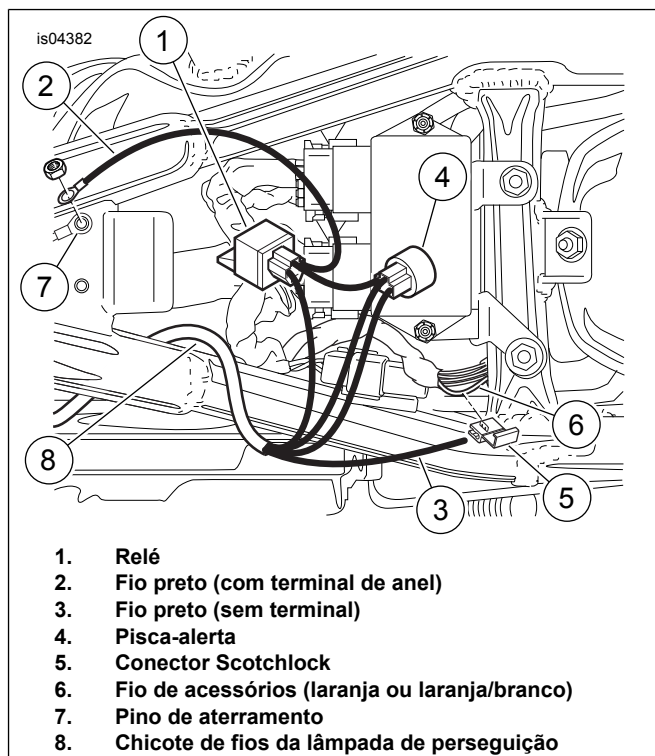
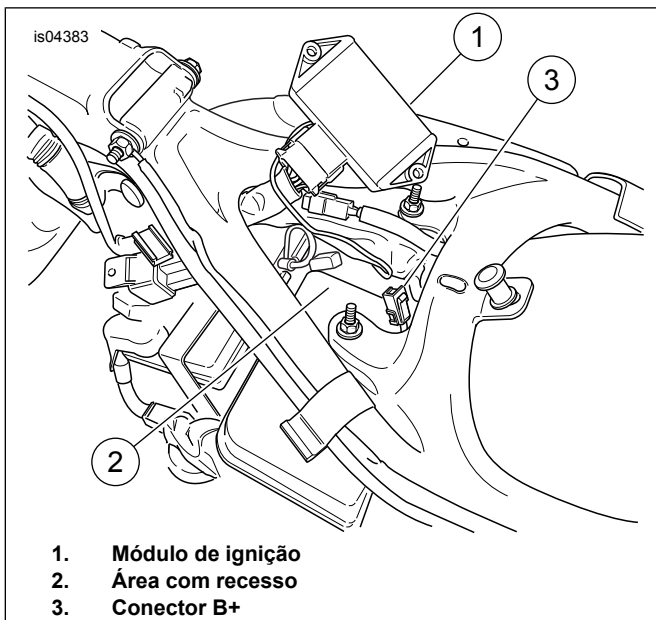
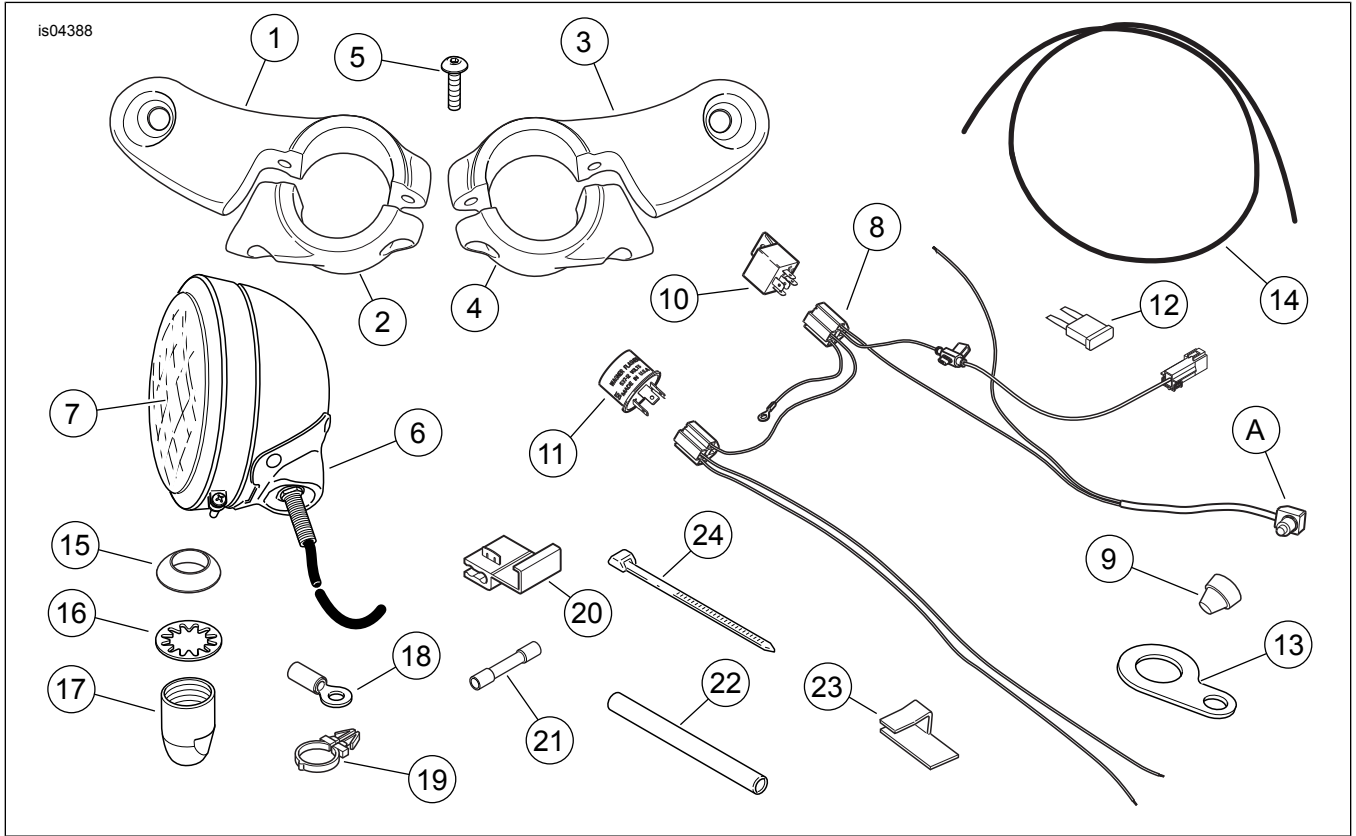

Figura 4. Instalação do chicote de fios (Modelos ano 2003 e anteriores)
Figura 5. Instalação do chicote de fios (modelos ano 2004 e posteriores)
Figura 8. Peças de reposição, Kit de lâmpada de perseguição
10. **Para modelos ano 2003 e anteriores:** Veja Figura 4. Instale o chicote de fios (8). Coloque o relé (1) e o pisca alerta (4) na abertura por baixo do compartimento do assento e oriente a perna comprida do chicote de fios (8) ao longo do eixo central do quadro. **Para modelos ano 2004 e posteriores:** Veja Figura 5. Remova as porcas que fixam o módulo da ignição (1) e reposicione o módulo temporariamente como exibido. Coloque o relé na área com recesso (2) do reservatório de óleo. Instale o módulo de ignição. Passe a haste longa do chicote de fios ao longo do eixo central do quadro.
11. **Para modelos ano 2003 e anteriores:** Veja Figura 4. Corte o conector do fio de energia branco (6) e substitua-o pelo terminal de anel (Figura 8, 18) fornecido no kit. Conecte o fio branco com o terminal de anel no terminal do pino de cobre (BAT) do disjuntor principal. **Para modelos ano 2004 e posteriores:** Veja Figura 5. Conecte o conector macho no fio branco no conector fêmea B+ (3) no chicote de fios do veículo.
12. **Para TODOS os modelos:** Veja Figura 4. Conecte o fio de ligação terra preto com o terminal de anel (2) no prisioneiro do terra (7) sob o assento ou em qualquer ponto de aterramento elétrico bom. Prenda o chicote de fios da lâmpada de perseguição ao chicote de fios adjacente com abraçadeiras do kit.
14. Veja Figura 8. Remova o protetor (9) do interruptor da lâmpada (A) e instale o interruptor no suporte de montagem do interruptor (13) do kit. Monte o protetor no interruptor.
16. Prenda o pé do interruptor da lâmpada do chicote de fios da lâmpada de perseguição ao guidom usando os **novos** retentores do chicote de fios (Figura 8, 19) conforme necessário. Encaixe os prendedores nos furos do guidom.
17. Veja Figura 4. Oriente o fio preto sem terminal de anel (3) para um local conveniente sob o assento e emende o fio preto com o fio do circuito de acessórios no chicote de fios do veículo usando o conector Scotchlok® (Figura 8, 20).